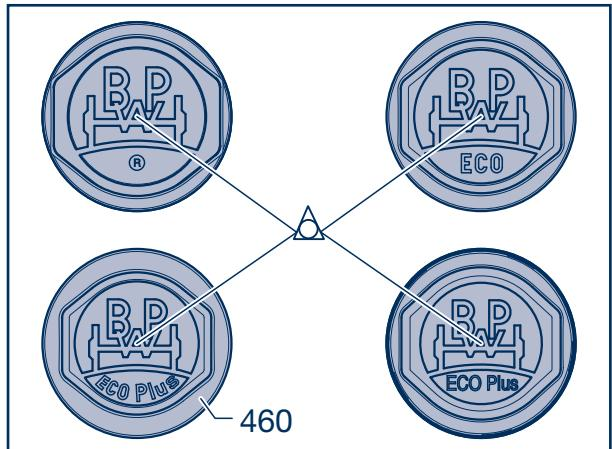

Fig. 1
- [1] Bei älteren Nabenkapseln als in Fig. 1 dargestellt, die Nabenkapseln abschrauben und Fett an den Radnaben entfernen.